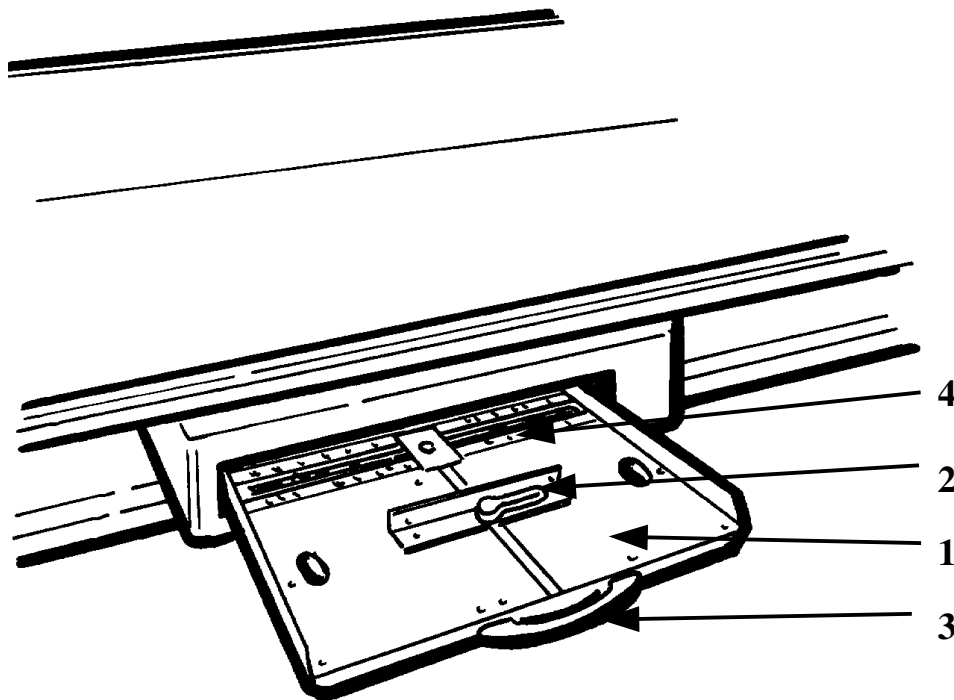

Abbildung 2-1: Kassettenlade
Die Bedienelemente der Kassettenzentriereinrichtung werden in Abbildung 2-1 und 2-2 gezeigt und ihre Funktionen auf den folgenden Seiten beschrieben.
Die Kassettenzentriereinrichtung (Abb. 2-1/ 1) dient zur Aufnahme der Röntgenfilmkassetten.
Die Röntgenfilm-Kassette wird durch die Klemmvorrichtung (Abb. 2-1/ 2) festgeklemmt. Dabei wird die Röntgenfilm-Kassette automatisch quer zur Tischplatte zentriert.
Nach Herausziehen der Kassettenzentriereinrichtung (Abb. 2-1/1) am Handgriff (Abb. 2-1/3) aus der Laufrastereinrichtung bis zum Anschlag kann die Röntgenfilm-Kassette eingelegt werden.
Längs zur Tischplatte kann die Röntgenfilm-Kassette von Hand durch Ausrichten nach den Mittenmarkierungen oder durch Einstellen des Kassettenpositionierers (Abb. 2-1/ 4) auf die entsprechende Röntgenfilm-Kassettengröße in Position gebracht werden.
- Die Kassettenzentriereinrichtung (Abbildung 2-1, Bedienelement 1) am Handgriff (Abbildung 2-1, Bedienelement 3) bis zum Anschlag aus der Laufrastereinrichtung herausziehen.
- Die Sperrklinke zum Öffnen/Schließen der Klemmvorrichtung (Abbildung 2-1, Bedienelement 2) zur seitlichen Fixierung der Röntgenfilm-Kassette gegen den Uhrzeigersinn drehen.
- Die Klemmvorrichtung (Abbildung 2-1, Bedienelement 2) so weit öffnen, dass eine Röntgenfilm-Kassette mit der gewünschten Größe eingelegt werden kann.
- Die Röntgenfilm-Kassette einlegen, wobei ihre Mittellinie nach den Einkerbungen an der Klemmvorrichtung (Abbildung 2-1, Bedienelement 2) auszurichten ist oder nach Einrasten des Kassettenpositionierers (Abbildung 2-1, Bedienelement 4) in der der Röntgenfilm-Kassettengröße entsprechenden Rastung (13 cm, 18 cm, 24 cm, 30 cm, 35 cm, 40 cm oder 43 cm), die Röntgenfilm-Kassette an den Kassettenpositionierer (Abbildung 2-1, Bedienelement 4) heranschieben.
- Die Klemmvorrichtung (Abbildung 2-1, Bedienelement 2) an die Röntgenfilm-Kassette drücken, und zur Arretierung die Sperrklinke im Uhrzeigersinn drehen. Hierdurch wird die Kassettenabtastung (Fail-Safe) aktiviert.
- Die Kassettenzentriereinrichtung (Abbildung 2-1, Bedienelement 1) bis zum Anschlag in die Laufrastereinrichtung mit der Auswertung der Kassettenabtastung (Fail-Safe) einschieben.